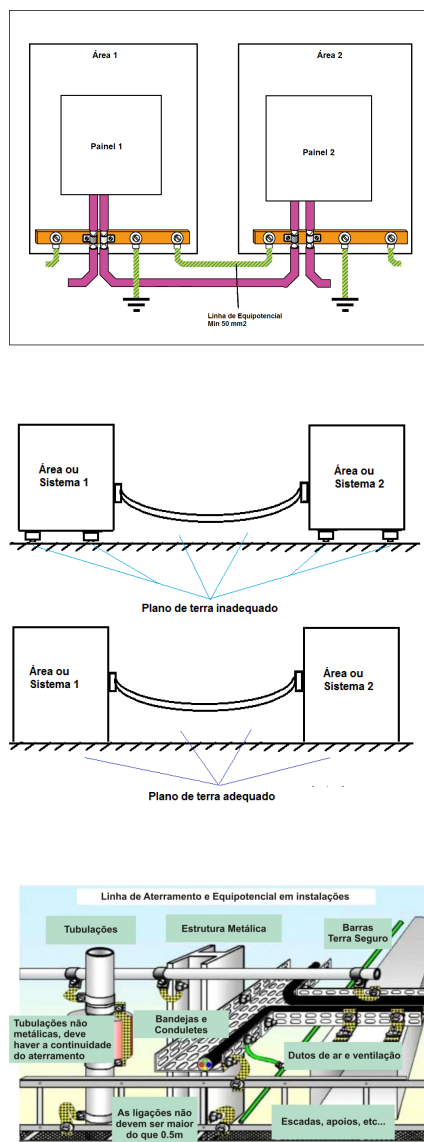

Figura 1 - Sistema de aterramento com diferentes áreas em PROFIBUS-DP
- Quando se tem o sinal de comunicação PROFIBUS-DP e o cabeamento distribuído entre as diversas áreas, o recomendado é equalizar o terra conforme a figura 1. Com isto, elimina-se a possível diferença de potencial entre o aterramento da área 01 e o sinal DP assim como, a diferença de potencial entre o aterramento da área 02.